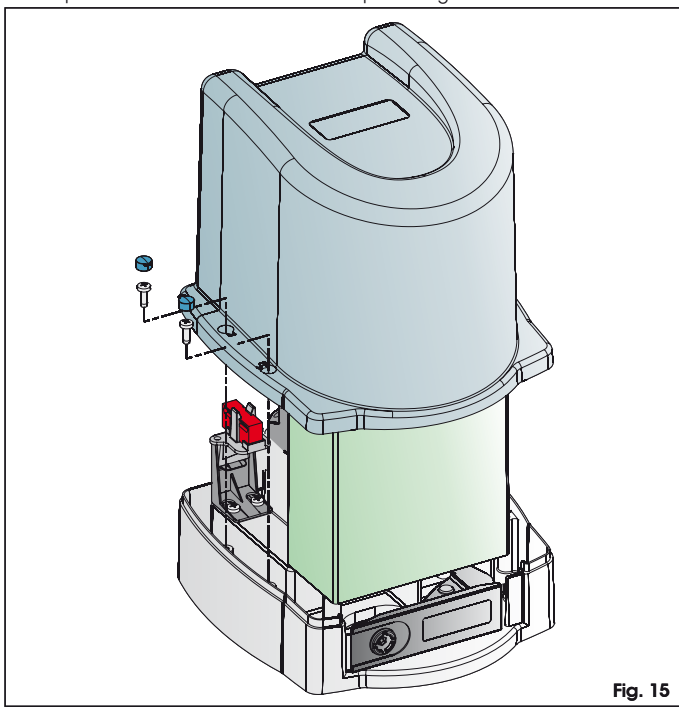

Fig. 15
3. Après avoir testé l'automatisme (par 5), fixer le carter de protection sur l'opérateur avec les vis fournies d'après la fig.15.